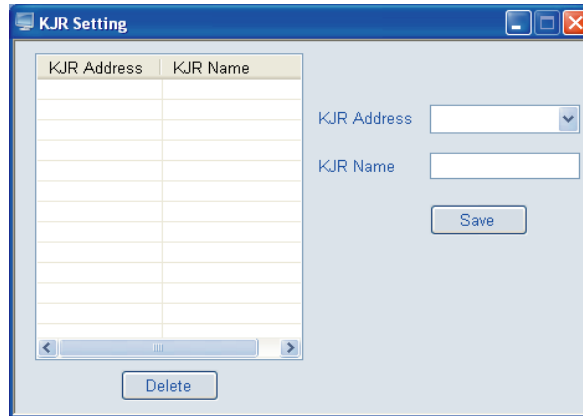

Рис. 4-20
① Нажмите на кнопку “KJR Setting” («Настройка KJR»), на экране открывается окно, как показано на Рис. 4-20 — добавьте проводной пульт управления в систему управления.